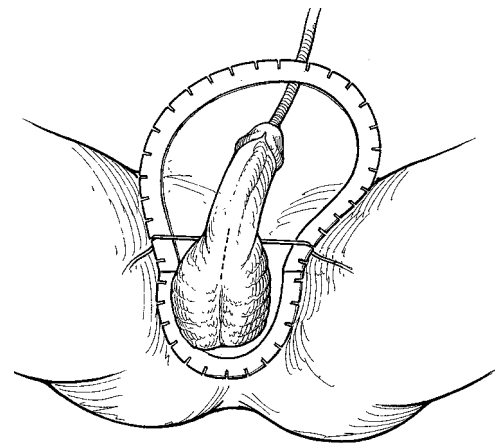

Figura 4-2. Peno-escrotal: Identificação do local da incisão
- Ao utilizar o retractor SKW, colocar o retractor de anel no doente com o anel grande virado na direcção da cabeça do doente (direcção cefálica) e o anel mais pequeno virado na direcção dos pés do doente (direcção caudal) (**Figura 4-2**).
- Enquanto segura a incisão no pénis, colocar ganchos nas posições das 1, 5, 7, 11, 3 e 9 horas (**Figura 4-2**).